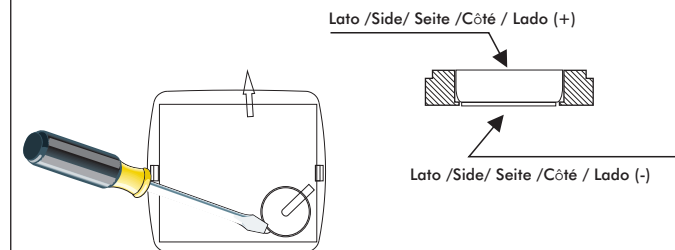

Fig. 4
2. Entfernen Sie die Batterie, indem Sie den Schraubenzieher in den Schlitz des Kreises stecken und einen Halbkreis nach rechts drehen, nun können Sie die Batterieabdeckung abheben Abb. 4.